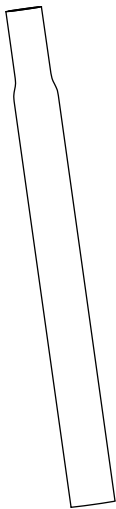

Abb. 19
- Steife gerade Stütze Abb. 19.